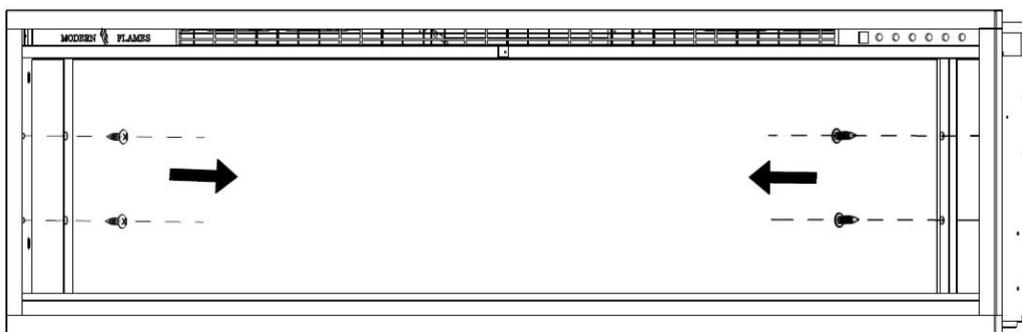

Figure 2-3
D. Retirez les quatre vis (2 par côté) sur le côté de l'appareil et retirez les supports (Fig. 2-3). Mettez les vis/supports de côté.